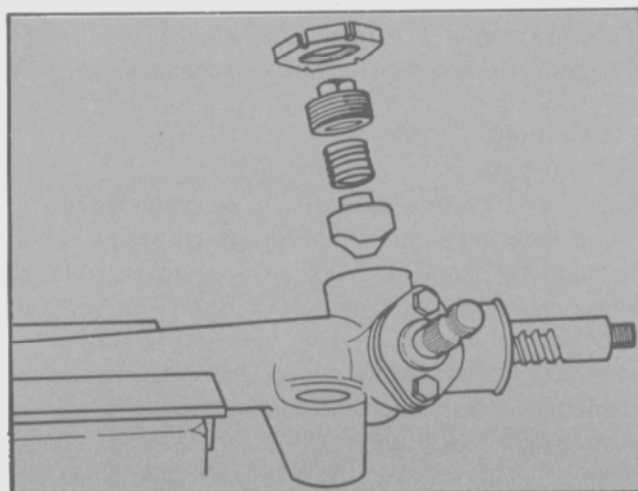

Fig. 5 - Desmontaje del patín de ajuste de la cremallera.
- Aflojar la contratuerca del retén resorte con la herramienta T84G-860016-BAS. Quitar el retén, el resorte y el patín de ajuste de la cremallera. (Fig. 5).